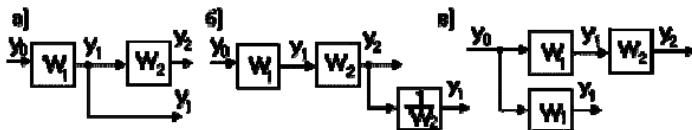

Рис. 25. Перенесення вузла через ланку
5. При перенесенні вузла через ланку за рухом сигналу додається ланка з передавальною функцією, зворотної передавальної функції ланки, через яку переносимо вузол. Якщо вузол переноситься проти руху сигналу, то додається ланка з передавальною функцією ланки, через яку переноситься вузол (рис. 25).
Так, з виходу системи на рис. 25, а) знімається сигнал  $y_1 = y_o W_1$ .
Такий же сигнал знімається з виходів рис. 25, б):  $y_1 = y_o W_1 W_2 / W_2 = y_o W_1$
і рис. 25, в):  $y_1 = y_o W_1$ .